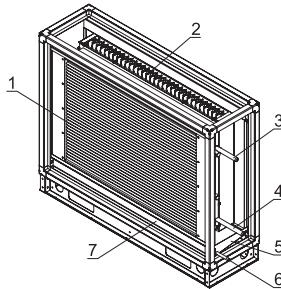

Рисунок 13
Водянной воздухоохладитель (рис.13) предназначен для охлаждения и осушения воздуха и представляет собой медно-алюминиевый теплообменник (1), поверхность нагрева которого образована пучком медных труб, оребренных пластинами из алюминиевой фольги. Теплообменник (1) и каплеуловитель (2) установлены на специальные направляющие (7) и образуют разборную конструкцию позволяющую демонтировать их по отдельности. Для слива теплоносителя и выпуска воздуха из контура теплообменника